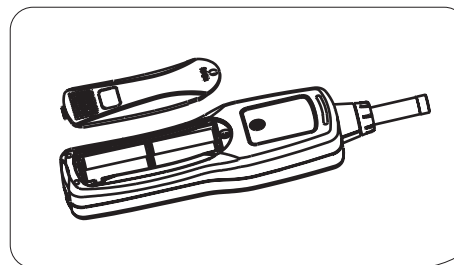

图 5
- a. 本仪表的电源为4节1.5V AA电池, 请参考(图5)使用下列顺序安装或更换电池。